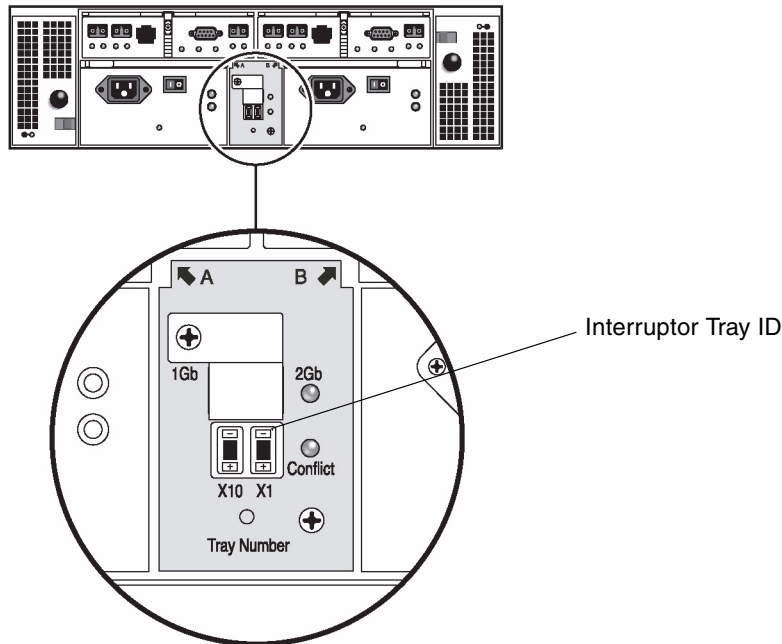

FIGURA 3-9 Interruptor Tray ID
1. Localice el interruptor Tray ID situado en la parte trasera de la unidad, entre las dos fuentes de alimentación (FIGURA 3-9).